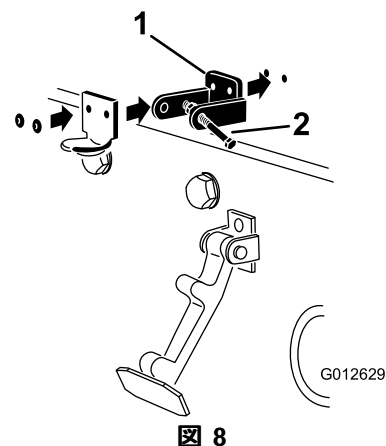

図 8
5. ブラケットとワッシャをフードにリベットで固定する (図 8)。
3. CE 用ロックブラケットとフードラッチブラケットの取り付け穴をそろえて、フードの上に位置決めする。ロックブラケットをフードに当てて取り付ける (図 8)。ロックブラケットアームからボルト&ナットアセンブリを外してしまわないこと。